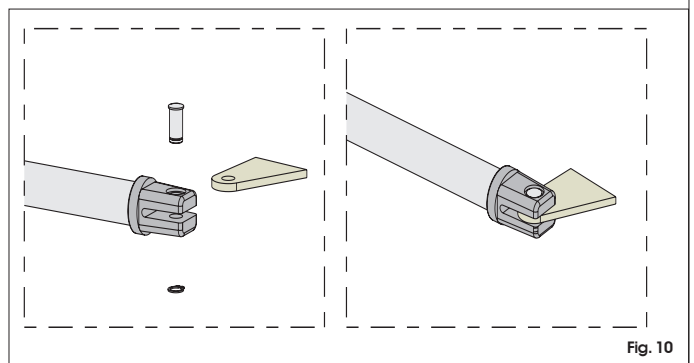

Fig. 10
- 7) Assembler la patte antérieure d'après la Fig.10.